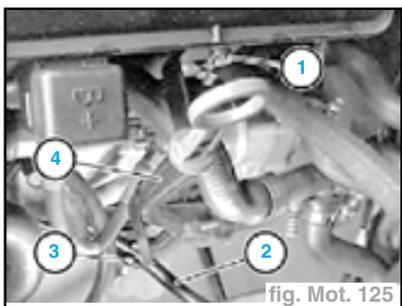

fig. Mot. 125
- la vis (1),
- le tube-guide (4) après avoir détaché le câble (+) de la batterie et celui du capteur de niveau d'huile (fig. Mot. 125).